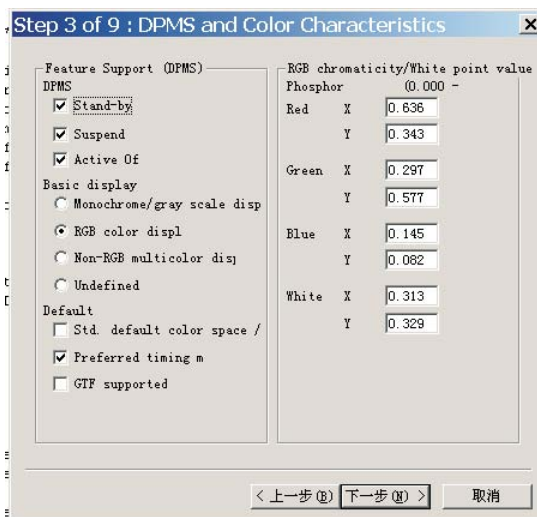

Fig. 15
2. Click Next, bring up Fig. 15.